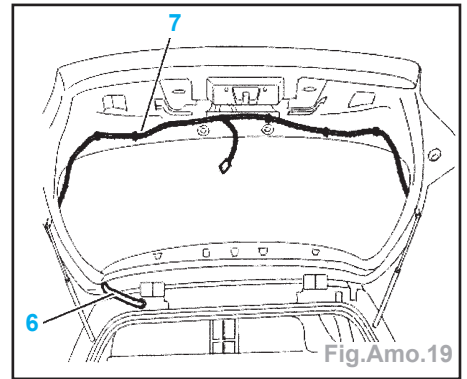

Fig.Amo.19
- Dégager (Fig.Amo.19) :
- le faisceau de hayon (7),
- le soufflet de passage (6) du faisceau (7).